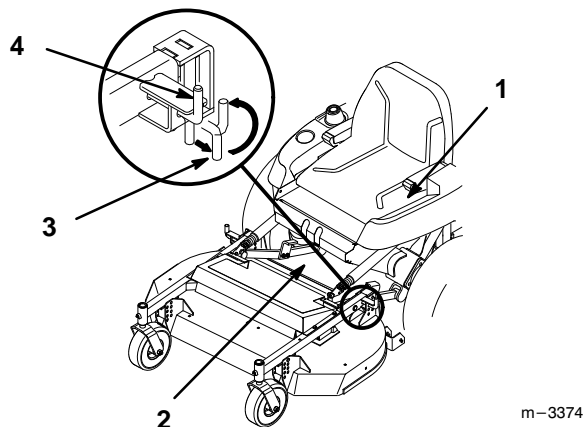
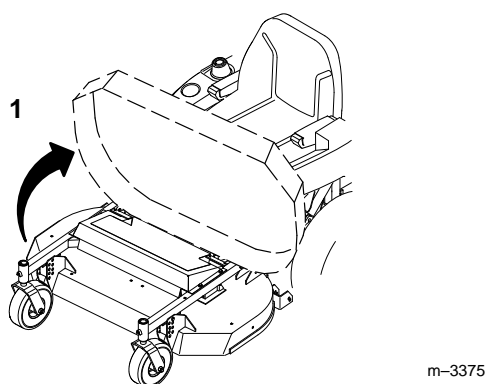

Figure 15
Figure 16
4. Soulever la tondeuse sur le côté pour réduire le poids sur la goupille de verrouillage, et tirer la goupille pour déverrouiller l'assemblage (Fig. 15). Descendre l'arrière de la tondeuse sur le galet. Faire de même de l'autre côté.
5. Se placer devant la tondeuse, et la soulever et la pousser vers l'arrière pour la relever (Fig. 16). Relever la tondeuse jusqu'à ce qu'elle touche les butées et que les goupilles de verrouillage s'enclenchent en position verrouillée.
1. Tirer les goupilles de verrouillage et les tourner dans l'encoche pour qu'elles restent en position ouverte (Fig. 15). Se placer devant la tondeuse, tirer l'avant vers soi et le laisser descendre (Fig. 16).
2. Tourner les goupilles de verrouillage en position déverrouillée, et soulever le côté de la tondeuse jusqu'à ce que la goupille de verrouillage s'enclenche (Fig. 15). Faire de même de l'autre côté.